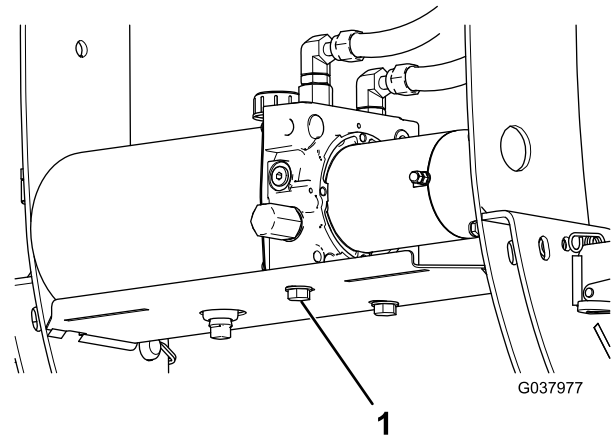

Bild 27
5. Reinigen Sie den Bereich um die Ablassschraube (Bild 27).